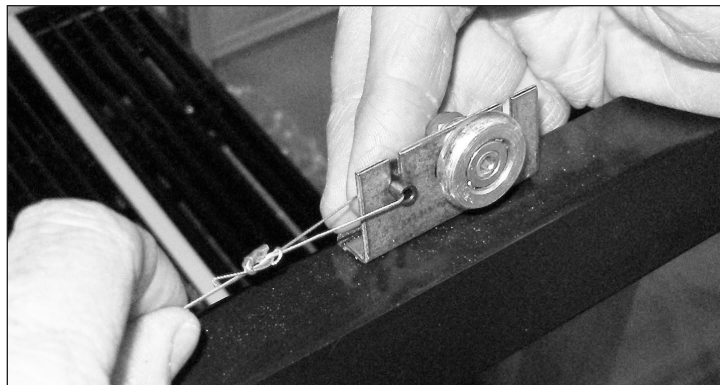

Рис. 5. Снимите трос двери с кронштейна ролика.
2. Снимите трос двери с кронштейна ролика. См. рис. 5 и 6.